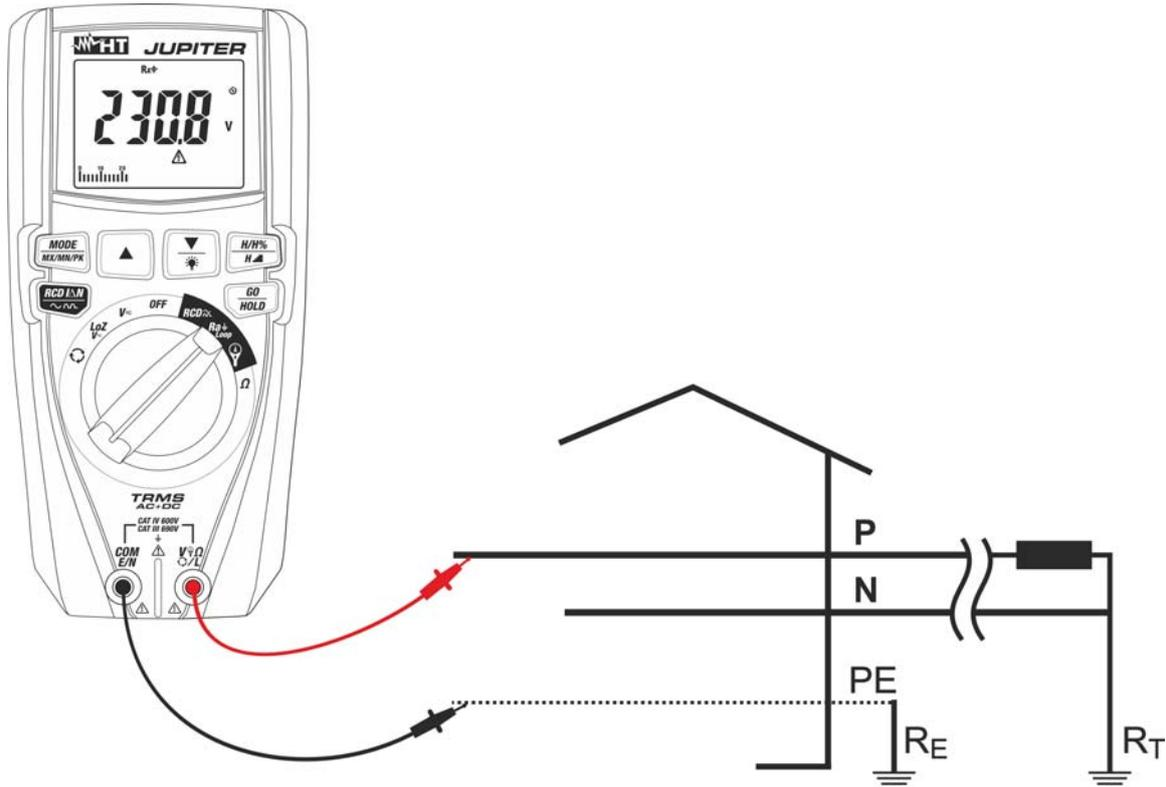

Abb. 24: Verwendung des Geräts zur Messung der Schleifenimpedanz Loop L-PE mit Messleitungen
6. Zur Messung der Schleifenimpedanz L-PE, falls Messleitungen benutzt werden, verbinden Sie den roten Leiter mit der Eingangsbuchse $V_{\Omega} \text{L}$ und den schwarzen Leiter mit der Eingangsbuchse **COM/E/N**, und verbinden Sie das Gerät mit dem zu messenden Kreis (siehe Abb. 24). Der Spannungswert Phase-Erde erscheint auf dem Display.